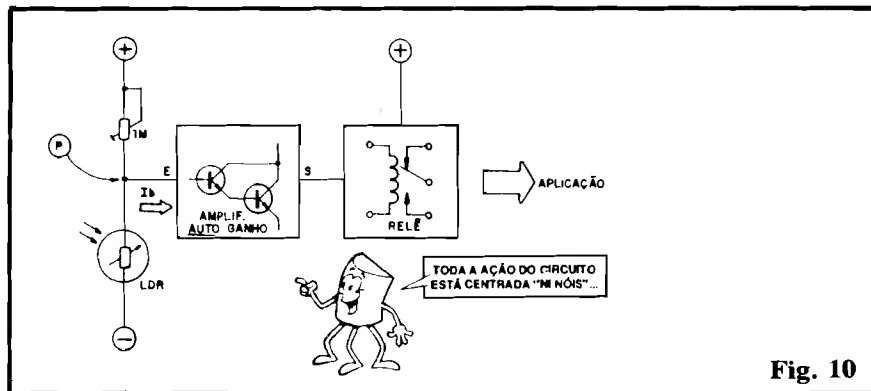

Fig. 10
- **FIG. 10** - Diagrama de blocos do circuito da BARREIRA ÓTICA DE SEGURANÇA. O LDR (como já vimos, um resistor “variável automaticamente pela luz”...) forma, com o **trim-pot** de 1M um simples divisor de tensão, de modo que, na junção dos componentes em série (ponto “P”) a tensão momentânea é **maior** quando o LDR está “no escuro” (alta resistência) e **menor** com o foto sensor sob luz forte (resistência baixa). Essa tensão, “variável com a luz”, faz com que se desenvolva uma proporcional **corrente** à Entrada “E” de um bloco amplificador transistorizado de elevadíssimo ganho, estruturado com o par de BC548 (quem for “lá”, na “Lição” Teórica - começo da “Aula” - verá que se trata, nada mais, nada menos, de um arranjo **Darlington**, incluindo apenas um resistor de polarização junto ao **emissor** do primeiro e à **base** do segundo transistor). A corrente fornecida pelo ponto “P”, após **grande** amplificação, assume na saída do bloco **Darlington**, a suficiente intensidade para energizar o relê, que assim “fecha”, acionando seus contatos e coman-